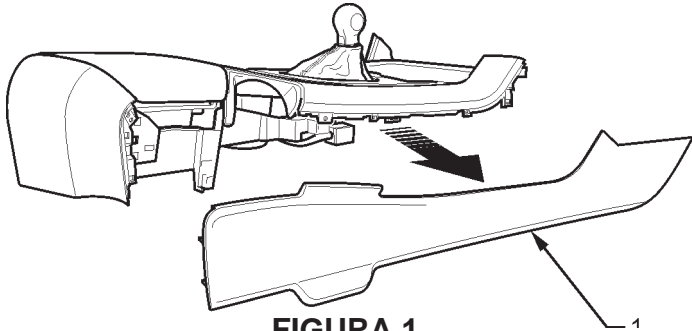

FIGURA 1
- Desinstale los paneles laterales de la consola central del lado del pasajero. Consulte la Figura 1.